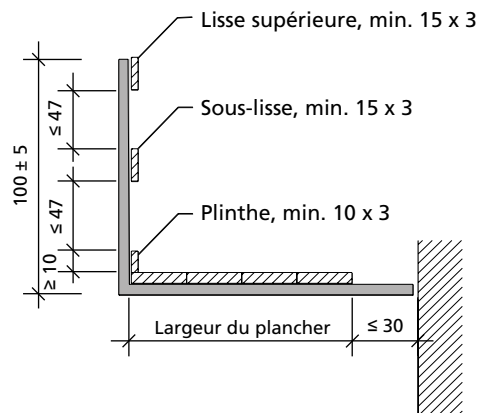

Fig. 13.3
- jusqu'à 2,0 m entre les potelets : 15 x 3 cm Fig. 13.3),